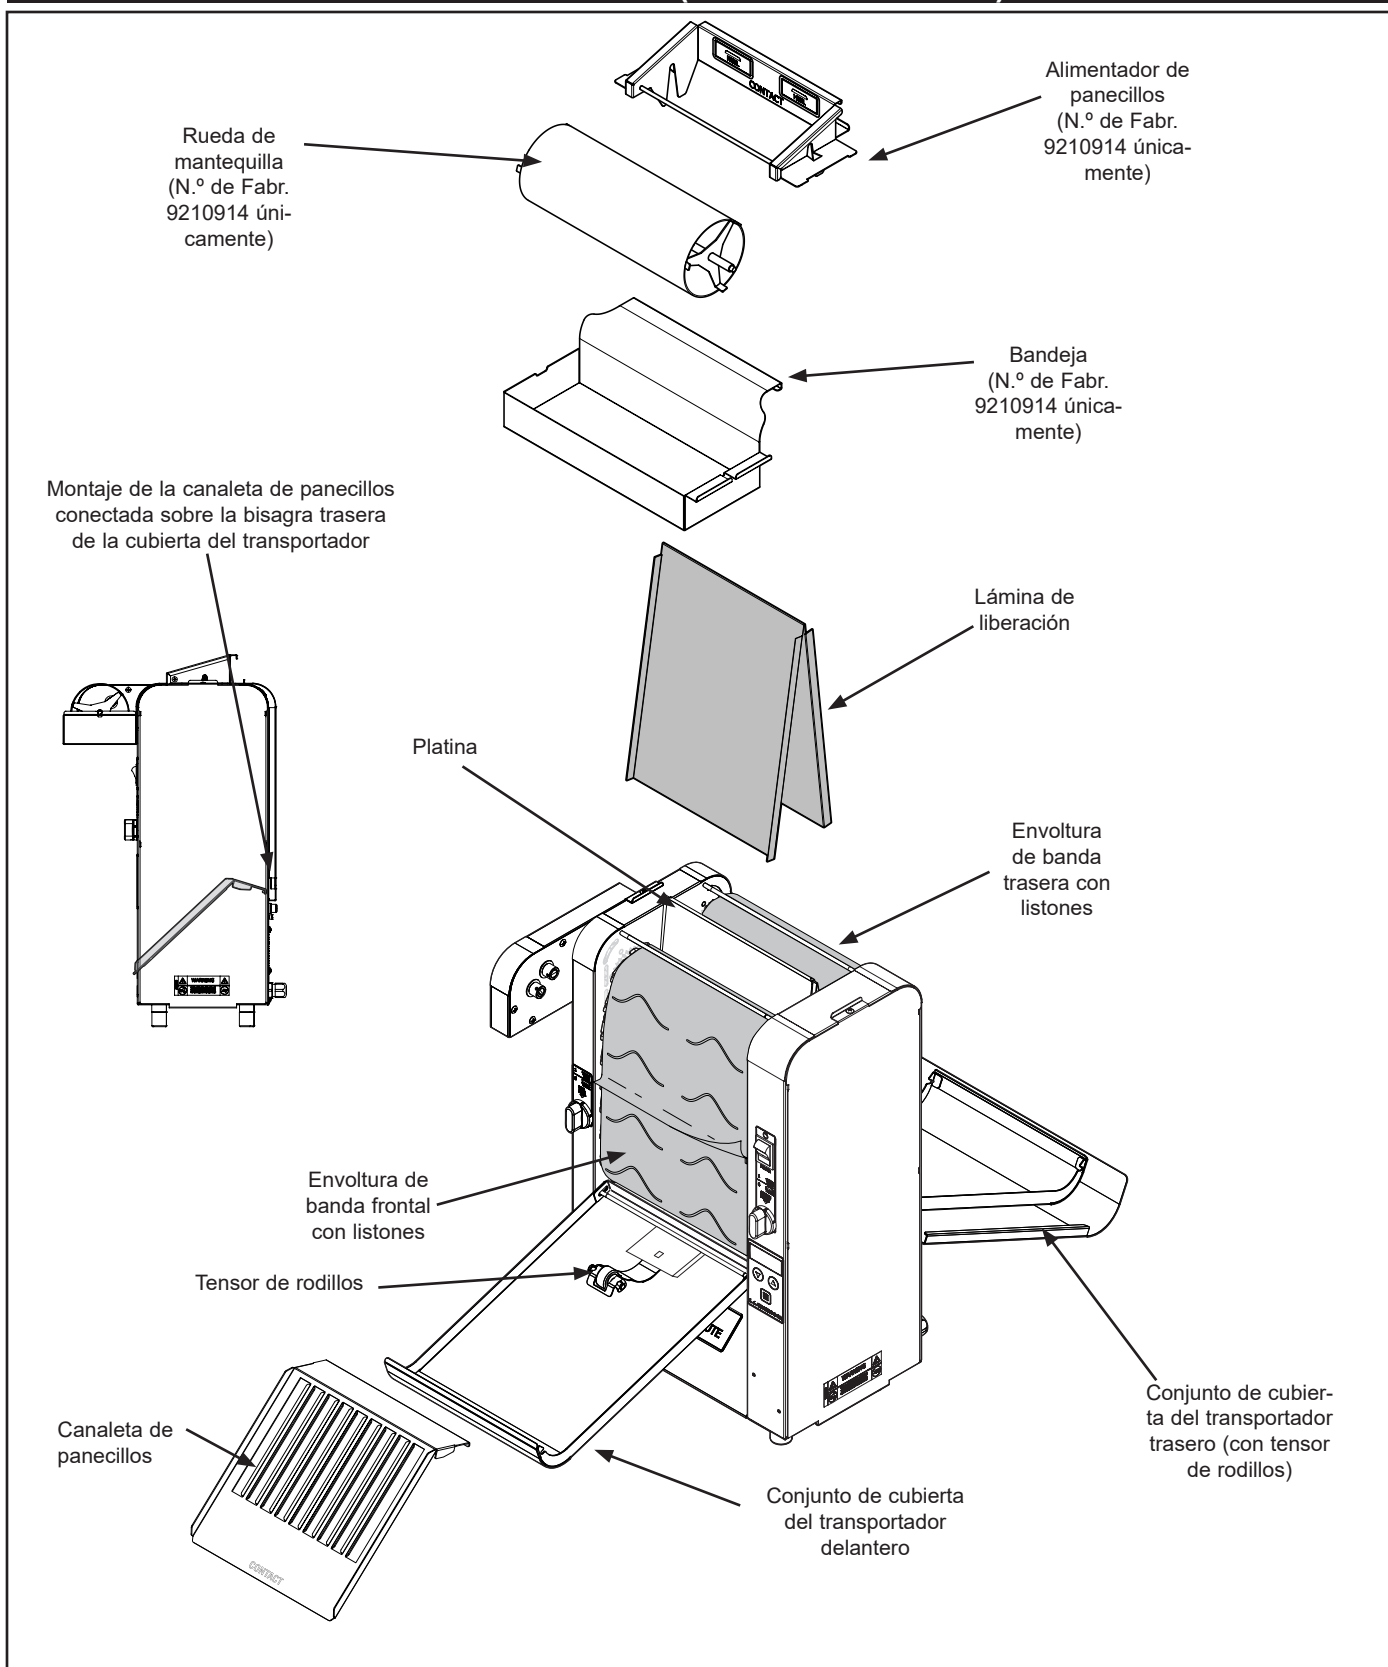

Figura 2. Componentes
2. Abra la caja grande incluida. Debe contener lo siguiente (vea la Figura 2):
NOTA: La fábrica ha preinstalado una lámina de liberación sobre la platina (Figura 2). Verifique que esté correctamente colocada antes de proceder.
2. Instale la bandeja sobre el borde frontal del protector térmico y coloque el rodillo de mantequilla en la bandeja y enganche en la caja de engranajes (Figura 2).
IMPORTANTE: Asegúrese de que el conjunto del protector térmico esté activando el interruptor de bloqueo del transportador (Figura 2). Los transportadores no girarán a menos que el protector térmico esté en su lugar y el interruptor de bloqueo del transportador esté activado.